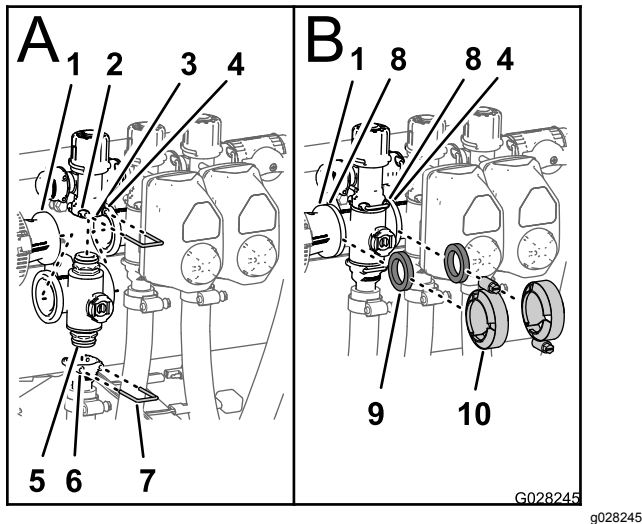

Figure 99
1. Insérez le raccord d'embout supérieur du collecteur dans le raccord de dérivation (A de Figure 99).
2. Fixez le raccord d'embout au raccord de dérivation en insérant un étrier de fixation dans la douille du raccord de dérivation (A de Figure 99).
3. Montez le raccord de sortie sur le raccord d'embout inférieur du collecteur (A de Figure 99).
4. Fixez le raccord d'embout au raccord de sortie en insérant un étrier de fixation dans la douille du raccord de sortie (A de Figure 99).
5. Placez 1 joint entre les brides de l'accouplement réducteur et du collecteur de vanne de section (B de Figure 99).
6. Montez l'accouplement réducteur, le joint et le collecteur de vanne de section avec un collier serré à la main (B de Figure 99).
7. Si vous montez les 2 vannes de section à l'extrême gauche, placez 1 joint entre les brides des 2 collecteurs de vanne de section adjacentes (B de Figure 99).
8. Montez les 2 collecteurs de vanne de section adjacentes et le joint avec un collier serré à la main (B de Figure 99).